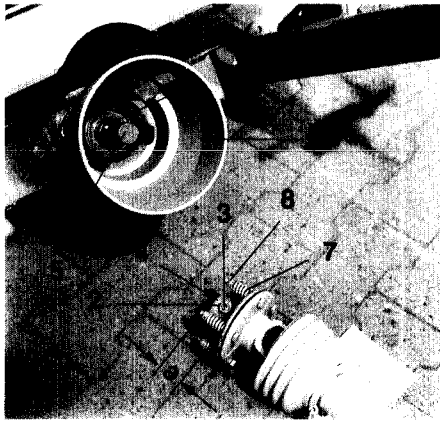

Fig. 10.13
- Desserrer le contre-écrou (fig. 10.13/2) et dévisser la vis à 6 pans creux (fig. 10.13/3).
- Garnir la mâchoire d'accouplement (fig. 10.13/4) avec de la graisse et l'introduire sur l'arbre d'entrée du boîtier (fig. 10.13/5).
**Veiller à ce que la clavette (fig. 10.13/6) soit entièrement recouverte (protégée) !**
- Assurer la transmission à cardan spécial contre toute translation axiale. Pour cela, serrer à fond la vis 6 pans creux à l'aide d'une clé 6 pans mâle et bloquer à l'aide du contre-écrou (fig. 10.13/2).
2. Décompresser les ressorts (fig. 10.13/7) en desserrant les écrous (fig. 10.13/8).